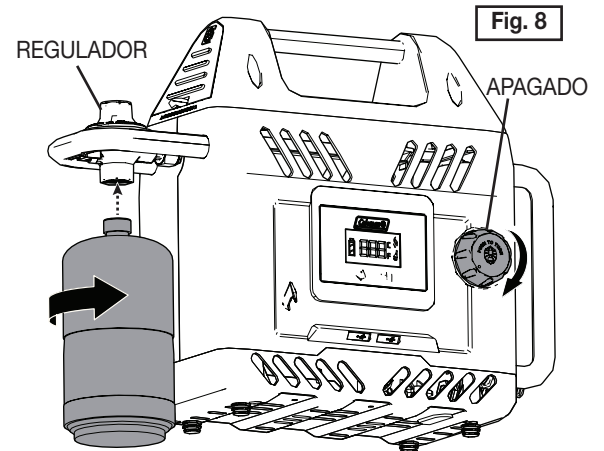

Fig. 8
**INSTALACIÓN DEL CILINDRO DE GAS (FIG. 8)**